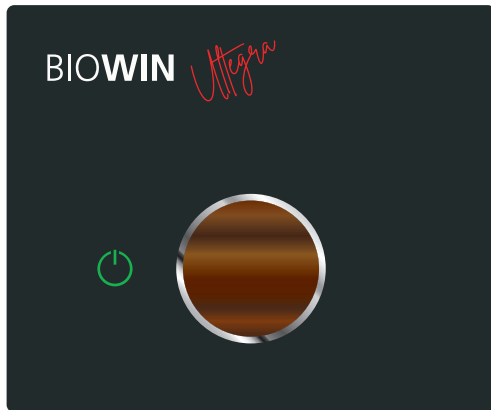

Fig. 27 BioWIN Ultegra ausgeschaltet
- ▶ Vor dem Öffnen der Verkleidungstüren Heizkessel unbedingt vorher mit dem myMagic Button ausschalten  und warten bis der Ausbrandbetrieb fertig ist, Symbol  leuchtet dauernd und der Farbring ist aus (ca. 20 min.) – Fig. 27.